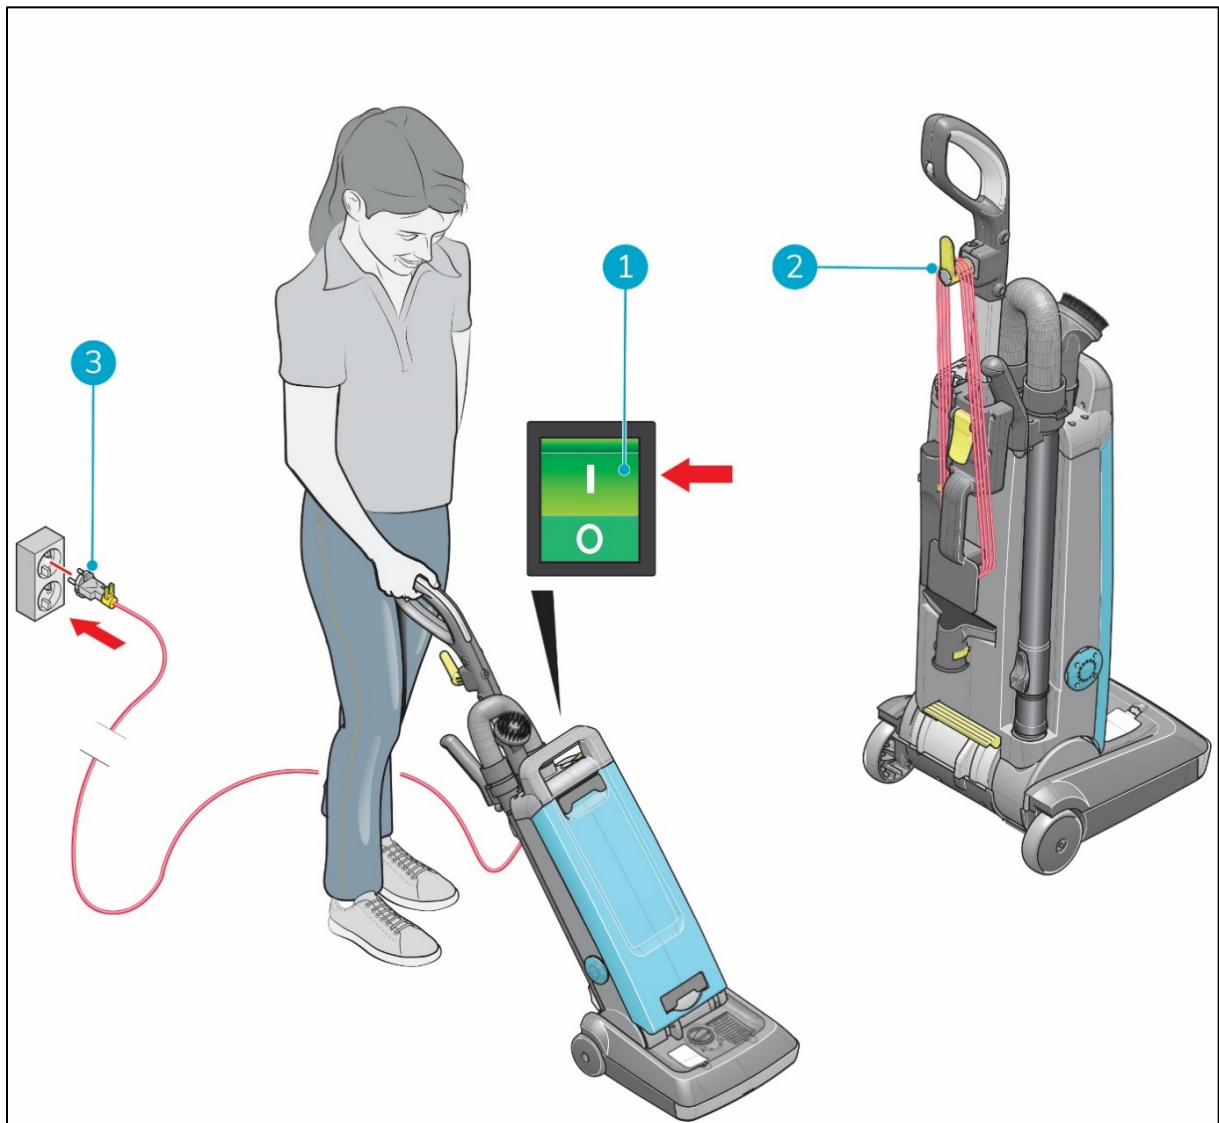

Figura 20
1. Pulsa el interruptor ON/OFF (Figura 20, pos. 1) en la parte superior del cuerpo principal para apagar la i-vac 30UR®.
2. Desenchufa el cable de alimentación principal de la toma de red de la pared (Figura 20, pos. 3).
3. Enrolla el cable de alimentación principal alrededor del gancho y el asa trasera (Figura 20, pos. 2).